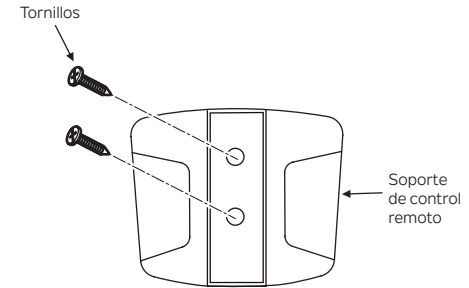

Fig. 24
Paso 1. Coloque el soporte del mando a distancia con los dos tornillos de montaje del soporte del mando a distancia suministrados. (Fig.24)